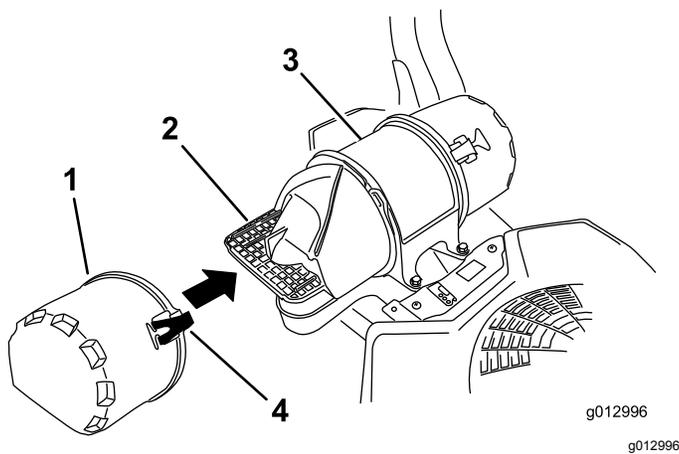

Figure 43
- Ouvrez les dispositifs de verrouillage du filtre à air et séparez le couvercle d'entrée d'air du boîtier du filtre (Figure 43).
- Reposez le couvercle d'entrée d'air et fixez-le avec les verrous (Figure 43).